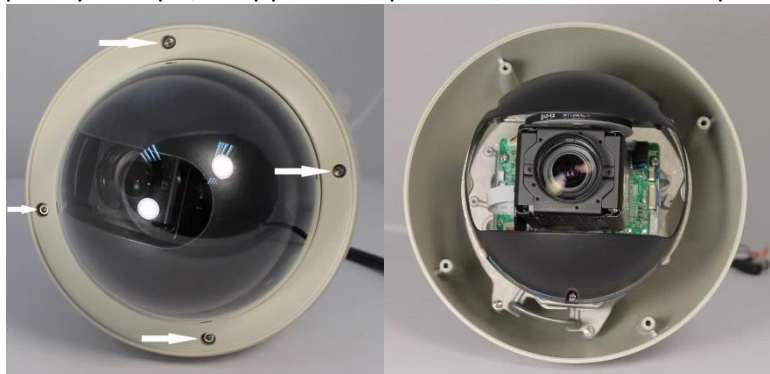

Рисунок 1 – Винты крепления защитной крышки камеры (слева). Камера без защитной крышки (справа)
1) Снимите защитную крышку камеры, выкрутив четыре винта, как показано на рис. 1
- 4) Соедините корпус камеры с его защитной крышкой четырьмя винтами, как показано на рис. 1.